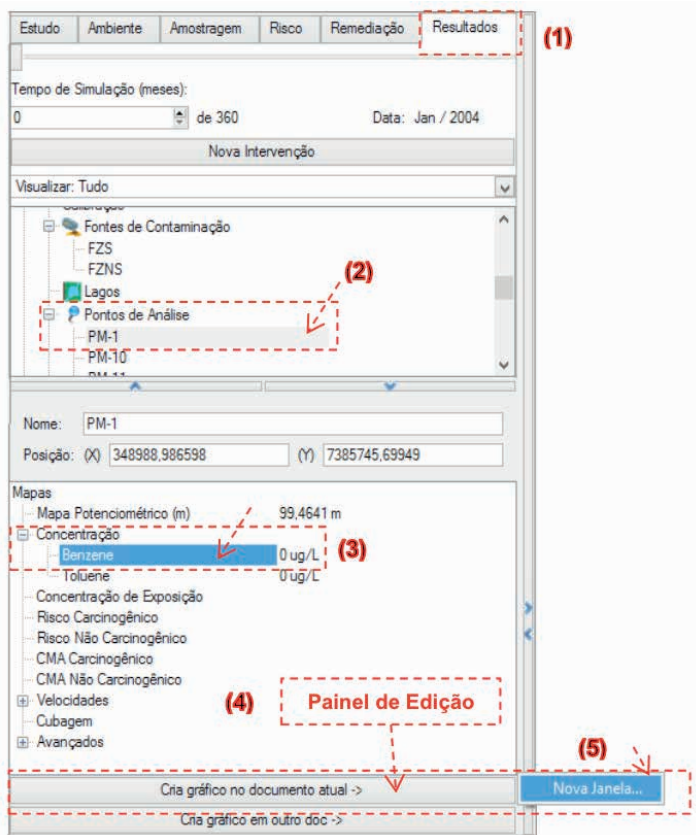
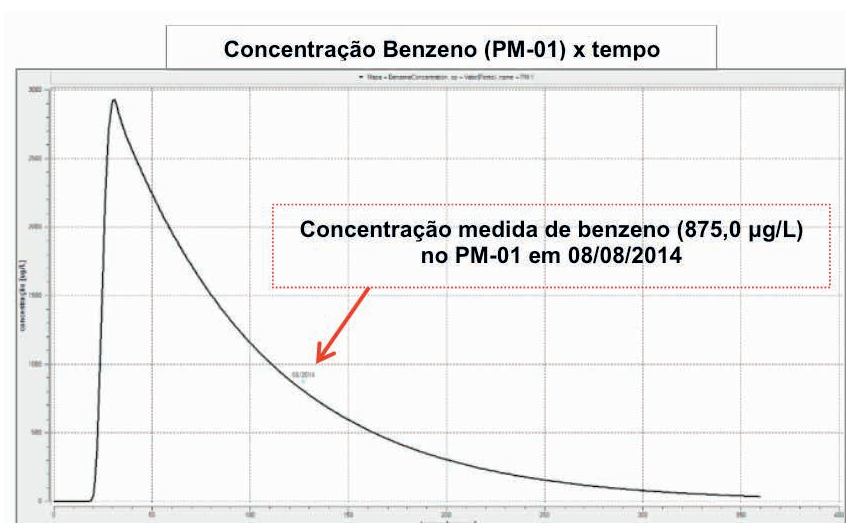

Figura 2.54 Concepção do Gráfico de concentração *versus* tempo.
Figura 2.55 Gráfico de concentração *versus* tempo.
O SCBR permite que o usuário crie gráficos de concentração *versus* tempo em um determinado ponto de análise. Para isso, o usuário deve clicar no módulo *Resultados* (1), *Elementos do Ambiente* → *Pontos de Análise* (2). No Painel de Edição, o usuário deve clicar em *Concentração* (3) (neste caso, concentração do contaminante benzeno), em seguida clicar no botão “*Criar gráfico no documento atual*” (4) e por fim, “*Nova Janela*” (5) (Figura 2.54 e Figura 2.55).